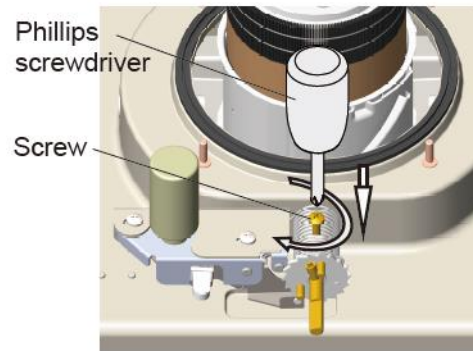

Fig.20
9. Draai met een kruiskopschroevendraaier met de klok mee naar bevestiging van de op de buis schroef, het lokaliseren van de tandwielas. (Fig.20)